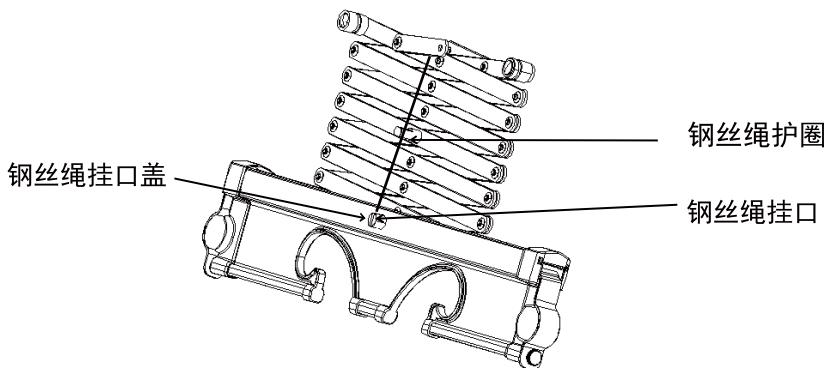

图 4
7. 安装剪刀架：先将剪刀架上端对准主机左右端，接着打上螺钉，(如图3所示)，再将钢丝绳的圆锌头穿过钢丝绳的护圈内，最后套进衣杆支撑板的钢丝绳挂口内，接着套上钢丝绳挂口盖即可（如图4）。